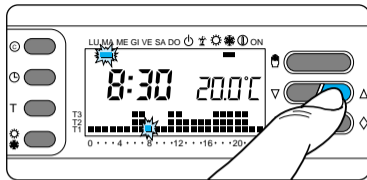

Fig. 22
3.7 - Pulse el botón ▼ o ▲ hasta llegar al día en curso (fig. 22).